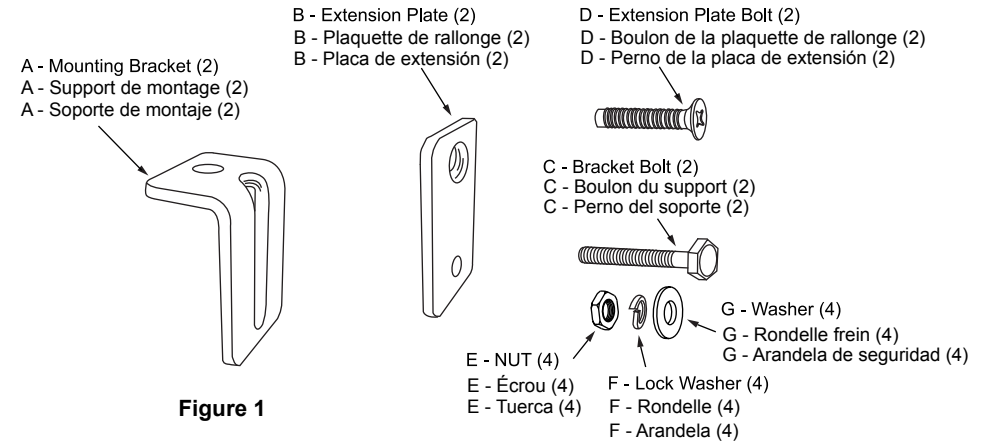

Figure 1
1. The mounting bracket parts are shown in Figure 1.
1. Les pièces du support de montage sont indiquées à la figure 1.